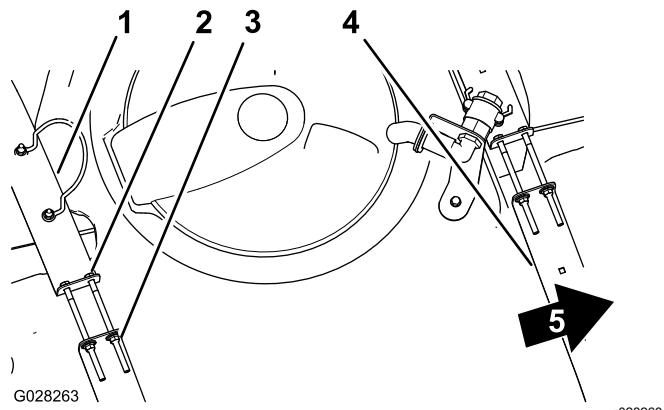

Bild 31
2. Prüfen Sie, ob Sie zwischen den Behälterriemen und dem Behälter eine Bewegung feststellen können (Bild 31).
- Wenn die Behälterriemen lose am Behälter angebracht sind, ziehen Sie die Sicherungsbundmutter und Schrauben oben an den Riemen an, bis sie mit der Behälterfläche bündig sind (**Bild 31**).